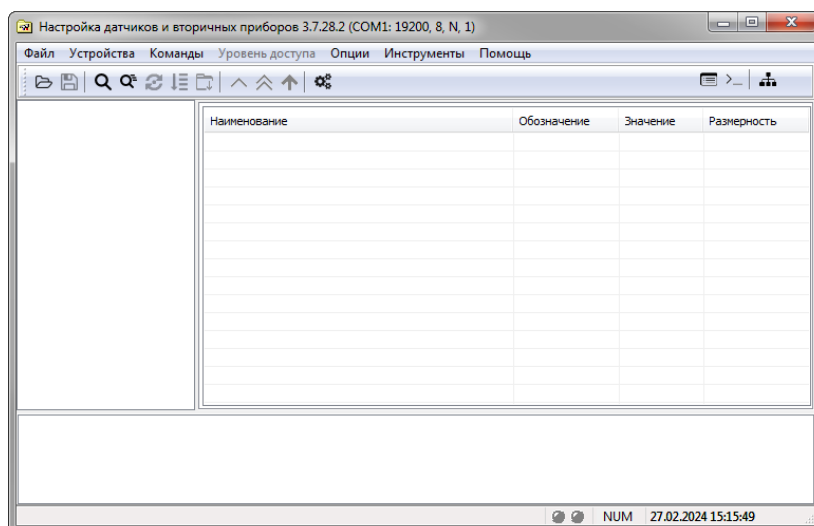

Рисунок 21
32. Для проверки работоспособности необходимо запустить программу «Настройка датчиков и вторичных приборов» (рисунок 21).